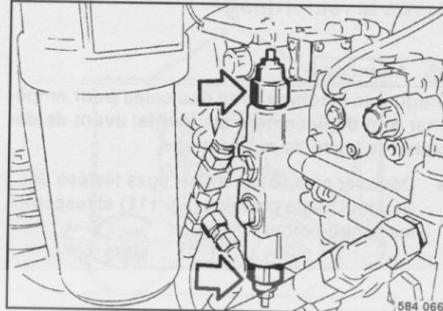

fig. 111
- Desserrer les contre-écrous de la broche des deux limiteurs haute pression (fig. 111) pour ouvrir le by-pass de la pompe d'entraînement de translation.
- Dévisser complètement les tiges filetées des limiteurs haute pression (fig. 111) et resserrer les contre-écrous.